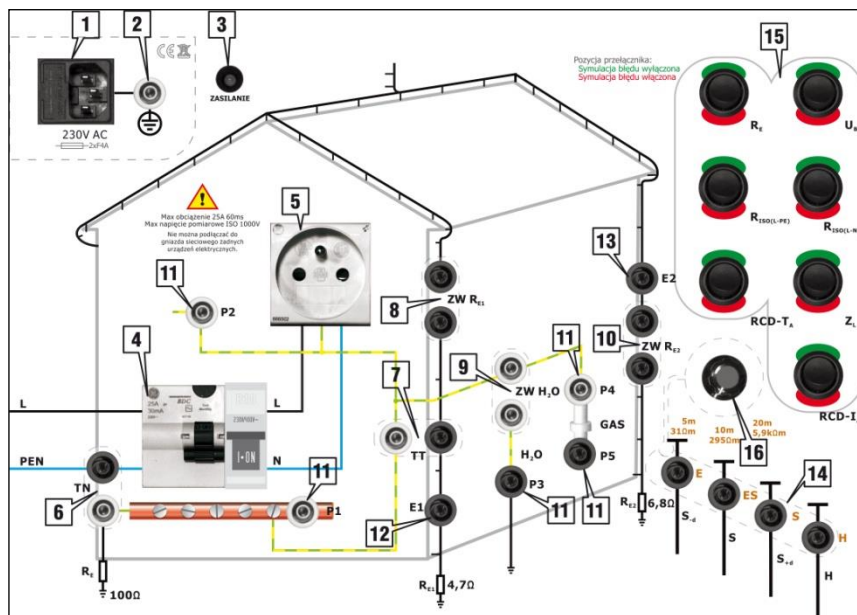

Рис.1. Расположение элементов панели демонстрационного стенда DB-1.
- выбрать тип сети TT или TN, используя соответствующие перемычки (Рис. 1);